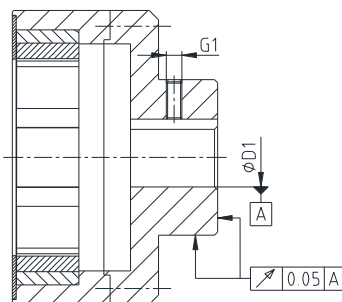

Figura 6: Exactitud de concentricidad y excentricidad en el mangón brida
- En el mecanizado del agujero por parte del cliente se debe mantener la precisión de excentricidad axial y la concentricidad (véase figura 6 y 7).